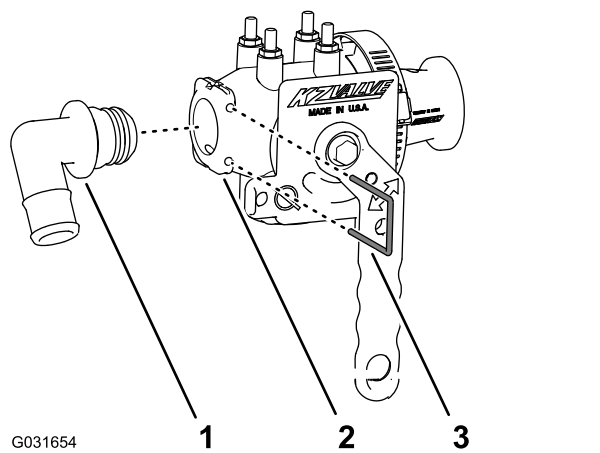

图 220
- 如图 220 所示对齐 90° 宝塔接头 Toro 零件号 131-3727 和液体切断阀 Toro 零件号 130-7324 并将宝塔接头插入阀门直到接头完全入位。